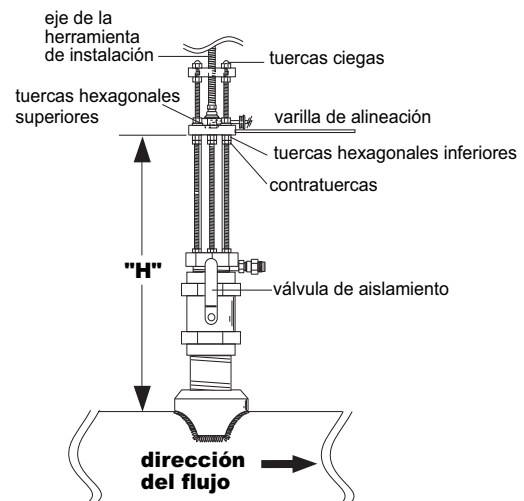

Fig. 12
- I. Utilizando una careta para protección facial, **abrir lentamente la válvula de aislamiento hasta llegar a la posición totalmente abierta**. Aflojar las tuercas hexagonales inferiores y las contratuercas, y desplazarlas a la dimensión "H" correcta. Girar el eje de la herramienta de instalación en **sentido horario** hasta que la brida del sensor haga contacto con las tuercas hexagonales inferiores y las contratuercas. Roscar las tuercas hexagonales superiores hasta que hagan contacto con la brida del sensor. Apretar las tuercas hexagonales superiores para afianzar el sensor (fig. 12).